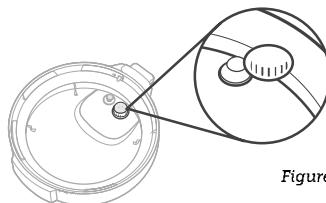

Figure 10.2
- Retirez la protection anti-blocage en la saisissant de chaque côté, puis en la tirant vers le haut. **[Figure 10.2]**